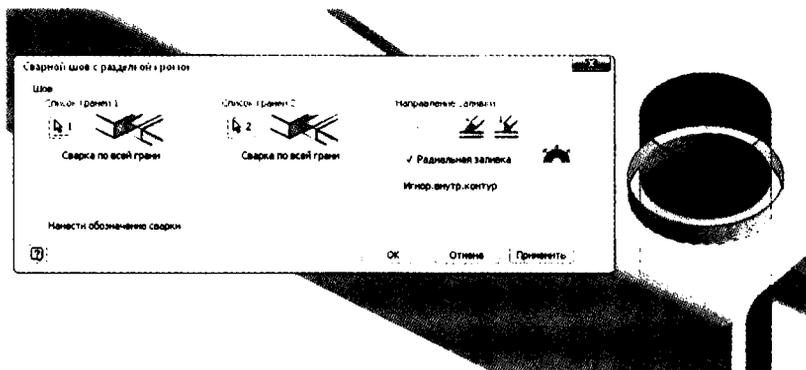

Рис. 12.7. Предпросмотр стыкового шва
6. Поставьте галочку **Радиальная заливка**. Появится предпросмотр, как на рис. 12.7, где сварной шов закрывает разрыв между деталями².